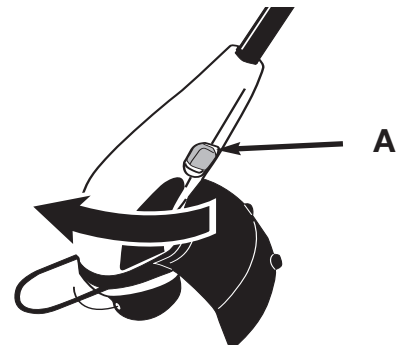

Fig. 5
2. Empuje el botón del seguro de flecha hacia delante y gire el maneral hasta que escuche un clic. (Fig. 5)